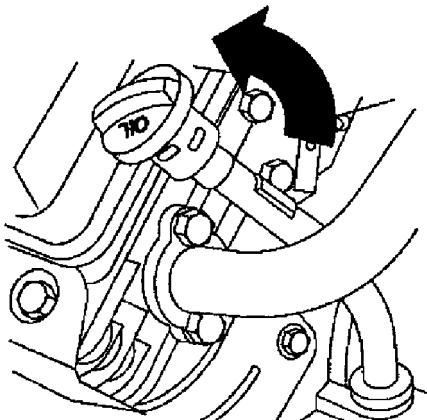

図 1
2. ディップスティック（図1）を抜き、ウェスで拭つてからもう一度根元まで確実に差し込んで引き抜き、オイルの量を点検する。